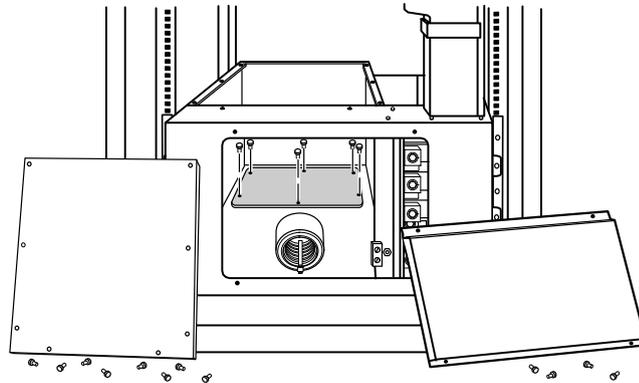

Abbildung 6. Entfernen der unteren Abdeckplatte (dargestellt mit Zugang von unten)
4. Die sechs Schrauben an der unteren Abdeckplatte herausdrehen und gut aufbewahren. Die Platte entfernen und aufbewahren. Siehe Abbildung 6.